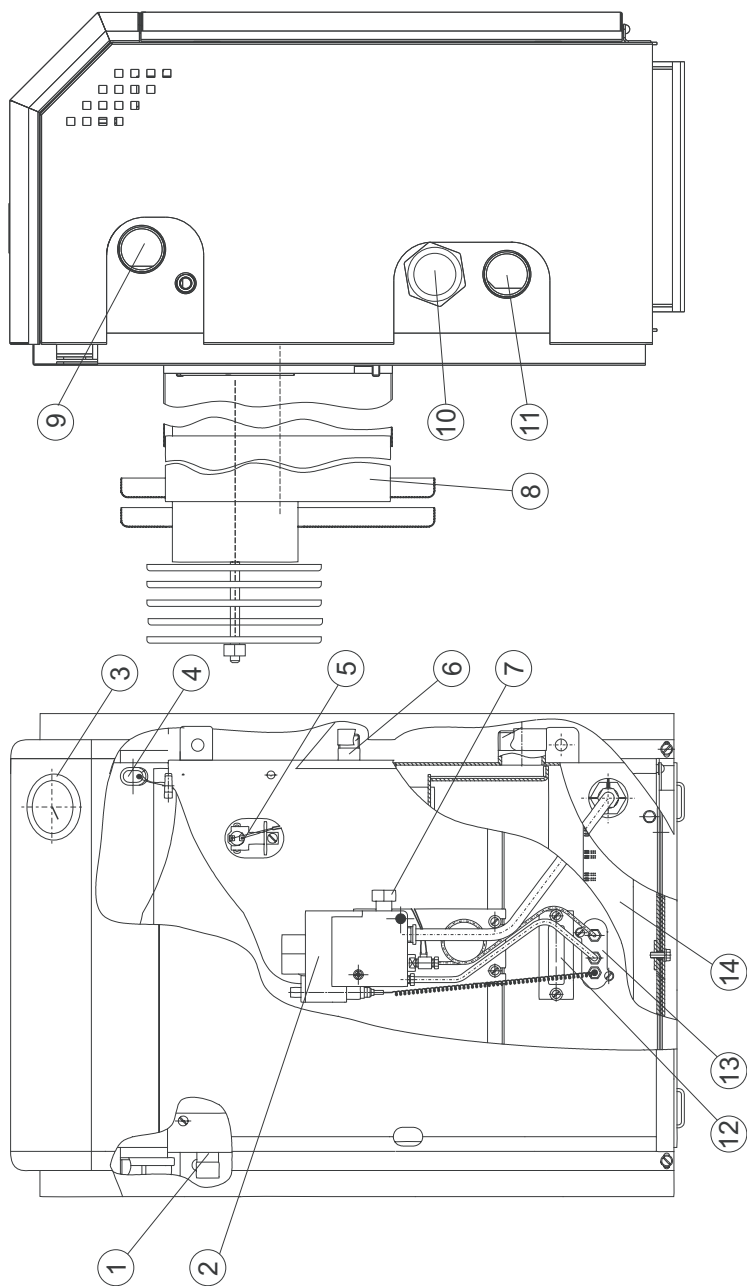

Рис. 1. Будова апарата
5.1. В конструкції апаратів потужністю 7-12,5 кВт передбачено місце для установки електричних нагрівальних елементів (ТЕНів) (рис. 1, поз. 10) з характеристиками, зазначеними в таблиці:
Для установки ТЕНа необхідно злити воду з апарата (системи опалення), відкрутити заглушку (рис.1 поз. 10) і встановити на її місце ТЕН з характеристиками, що відповідають таблиці 2. Залити воду в апарат (систему опалення). Перед запуском апарата перевірити герметичність установки ТЕНа.
Перед введенням апарата в експлуатацію необхідно залити 10-15 мл машинної оливи в стаканчик корпусу апарата (поз. 3, рис. 1)!